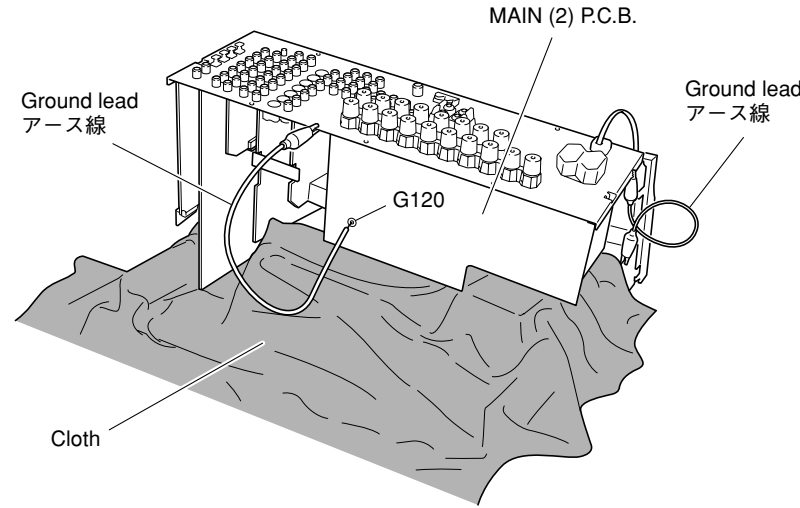

Fig. 6
- Remove 1 screw (⑫), 1 screw (⑬) and 1 screw (⑭).
- Holding the rear panel, raise the MAIN (2) P.C.B. so that its bottom face can be seen. (Fig. 6)
- リアパネルを持ち上げて、MAIN(2)P.C.B.の裏側が見えるように起こします。(Fig. 6)